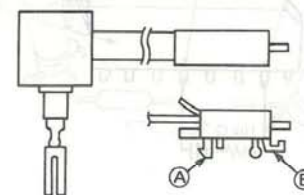

Fig. 4 Abb. 4
1. Installation of the Remote Control Switch (Fig. 4, 5)
1. Einbau der Fernbedienungsschalter (Abb. 4, 5)
1. Pose du commutateur de télécommande (Fig. 4, 5)